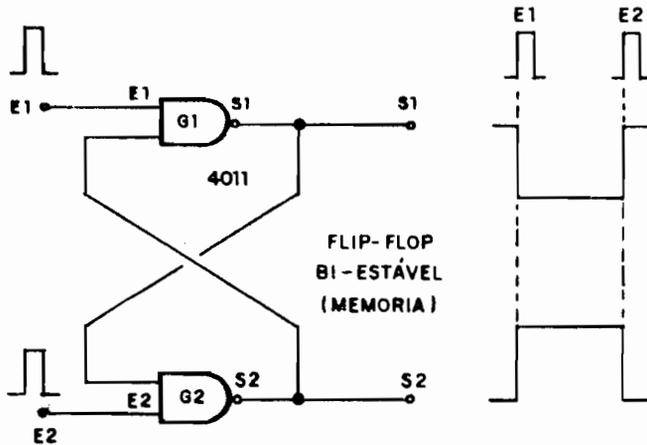

Fig.7
- FIG. 7 - FLIP-FLOP BI-ESTÁVEL (CÉLULA DE MEMÓRIA) COM GATES C.MOS - O diagrama mostra o equivalente, com gates digitais C.MOS, do circuito visto na fig. 2 (com transistores...). Observem as "formas" dos sinais presentes nas suas Entradas E1 e E2, bem como os correspondentes "resultados" nas Saídas S1 e S2... Se, num exemplo, quisermos "arquivar na memória" um dígito "1" (na Saída S2...) basta aplicarmos um breve pulso "1" na Entrada E1... S2 irá para "1" e assim ficará, até que a memória seja "apagada" (pela apli-